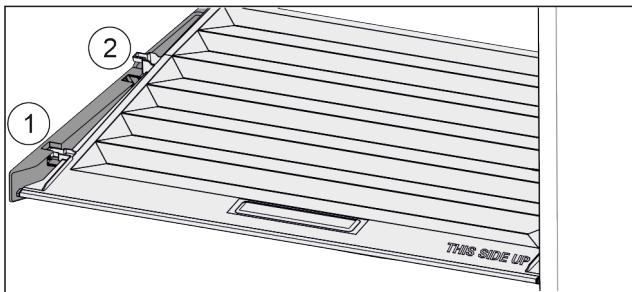

Fig. 54
- Издърпайте напред Fig. 54 (1) капака до отвора в задържащите части.
- Повдигнете го отзад отдолу и отстранете Fig. 54 (2) нагоре.